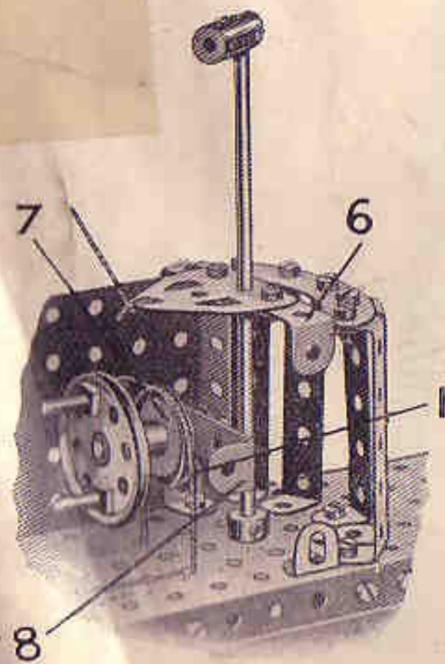

Fig. 63a
La Fig. 63a nous fait voir une coupe du kiosque et nous montre la barre. La corde (1) après avoir passé autour d'une poulie de 25 mm. (7) passe autour d'une paire de poulies de 25 mm. montées sur une tringle de 13 cm. (2) (Fig. 63), et fait un tour complet autour d'une poulie de 25 mm. (3) fixée à l'axe du gouvernail.